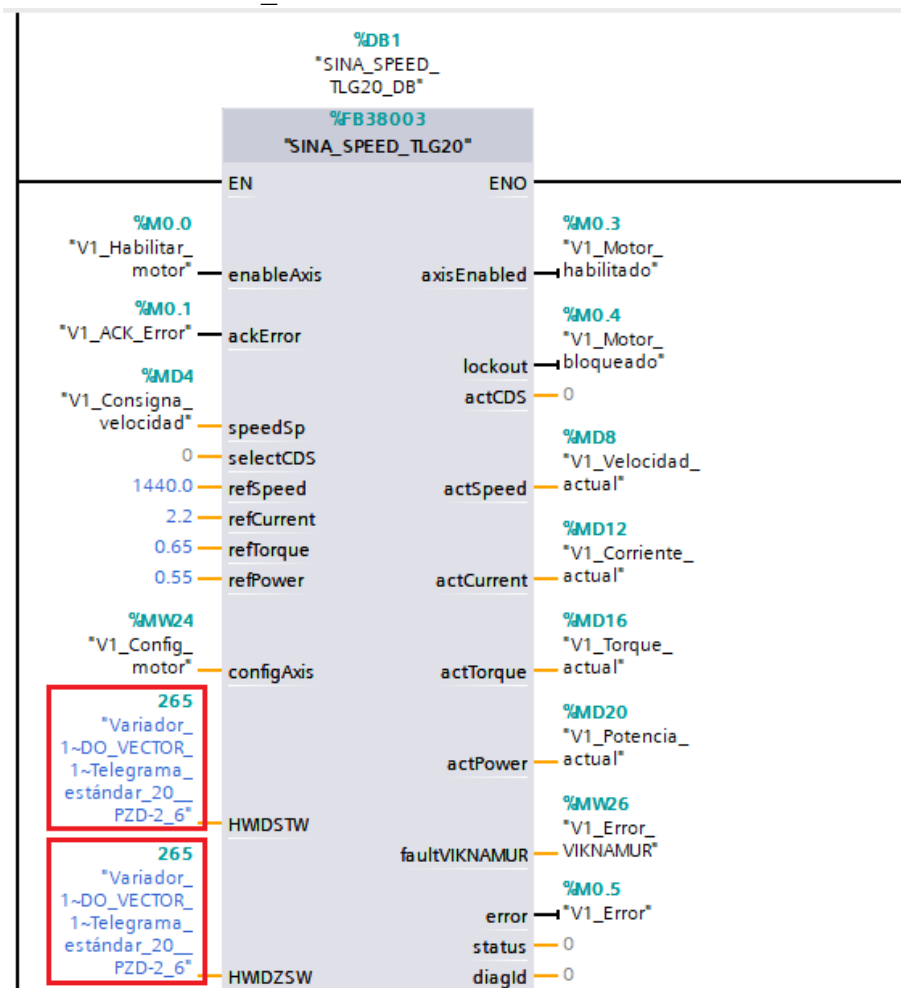

Figura 29. Configuración telegrama estándar 20.
- Lugo configurar los respectivos parámetros en el bloque TLG20. (ver Figura 29).